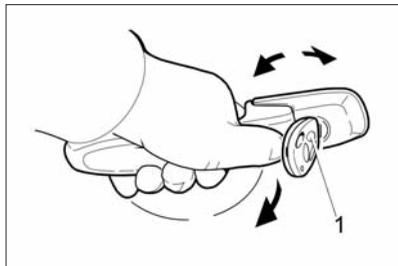
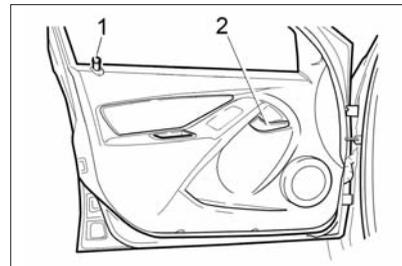

Рис. 3. Открывание двери
Рис. 4. Передняя левая дверь
– для блокировки замка на передних дверях утопить кнопку 1 (см. рис. 4 и 5) вручную или поворотом ключа снаружи авто-
Боковые двери открываются снаружи – за ручку в направлении стрелки (рис. 3), а изнутри – поворотом на себя внутренней рукоятки 2 (рис. 4 и 5). Если замок двери заблокирован, то ручка имеет холостой ход.